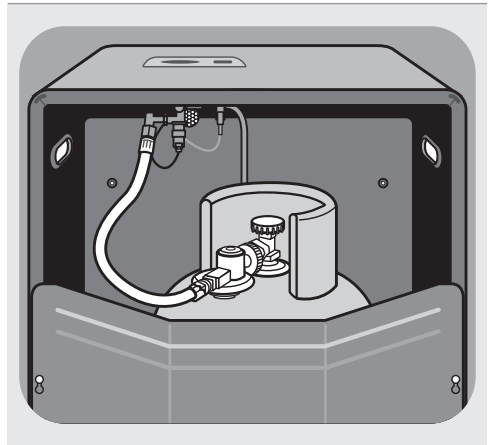

Abb.3: Installation der Gasflasche
1. Stellen Sie die Gasflasche in den Innenraum des Gas-Katalytrofens. Beachten Sie dabei: Der Gasschlauch darf auf keinen Fall geknickt und/oder verdreht werden. Drehen Sie die Flasche so, dass Gasschlauch und Druckregler nach außen zeigen (siehe Abb. 3). Stellen Sie sicher, dass der Gasschlauch genügend Raum hat und somit keine Knicke aufweist. Der Gasschlauch darf nicht unter Spannung bzw. unter Zug stehen.